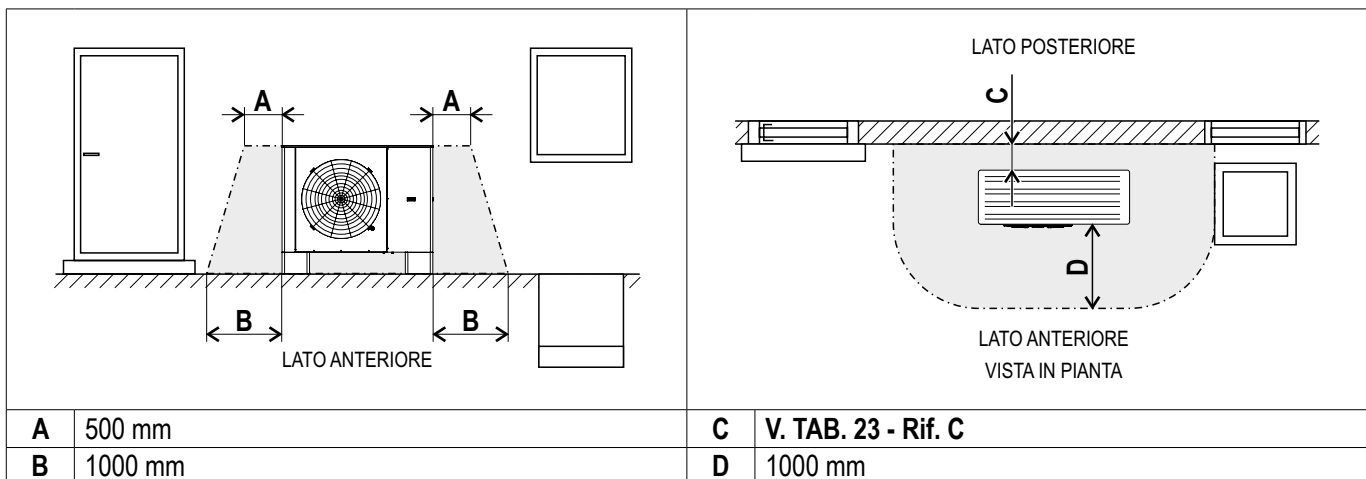

FIG. 35 (Zona di sicurezza in caso di installazione a terra davanti a una parete dell'edificio)
- 1) Posizionare una livella (**FIG. 35 -Rif. 1**) nel senso longitudinale e trasversale della macchina
- 2) Agire sui dadi (**FIG. 35 -Rif. 2**) per livellare la macchina